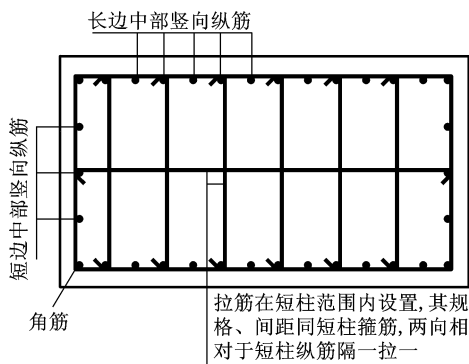

图 1 短柱钢筋构造
(1) 横向钢筋都采用：大箍配与大箍同规格、同间距的拉筋，隔一拉一，拉筋平拉纵筋；基础范围内 ≥ 2 道，间距 ≤ 500 mm，最上道离基础顶部 100 mm；短柱范围内，起步于基顶 50 mm，按照标注的间距，均匀往上布置，首尾于离短柱顶 100 mm。
(2) 纵筋往下须插入基础内至少一个拉锚长，从角筋开始，每隔间距 ≤ 1 m，须有一根纵筋插入基底支在底板钢筋上，锚固取 $\max(6d, 150)$ ；每根纵筋网上伸至短柱顶部一个保护层位置。如图 1。